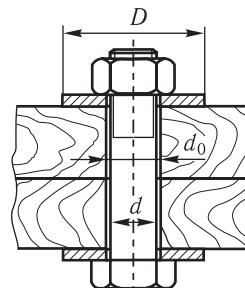

Рис. 2.1
**2.3.** Сталевий болт з'єднує два дерев'яні бруси (рис. 2.1). Діаметри стрижня болта  $d = 16$  мм, отворів у брусах і шайбах  $d_0 = 17$  мм. Яким має бути зовнішній діаметр шайб  $D$ , щоб за напруження в ненарізаній частині болта 80 МПа тиск шайб на брус не перевищував 5 МПа?